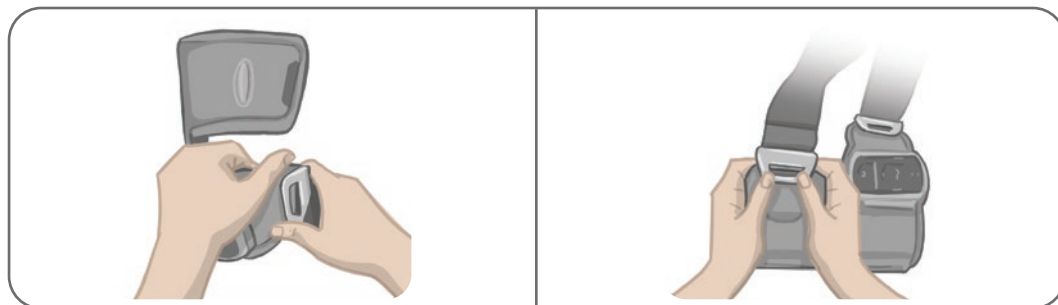

Ilustración 8-14: Cómo volver a sujetar las correas de muslo
2. Empuje con el pulgar la hebilla hacia la correa (hacia fuera respecto a la banda del muslo). Consulte la ilustración 8-14.